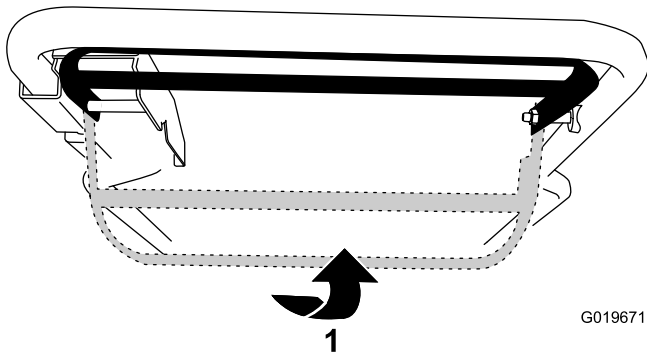

Figura 20
- Para engranar el sistema de autopropulsión sin activar las cuchillas, levante la barra de control hasta el manillar (Figura 20).